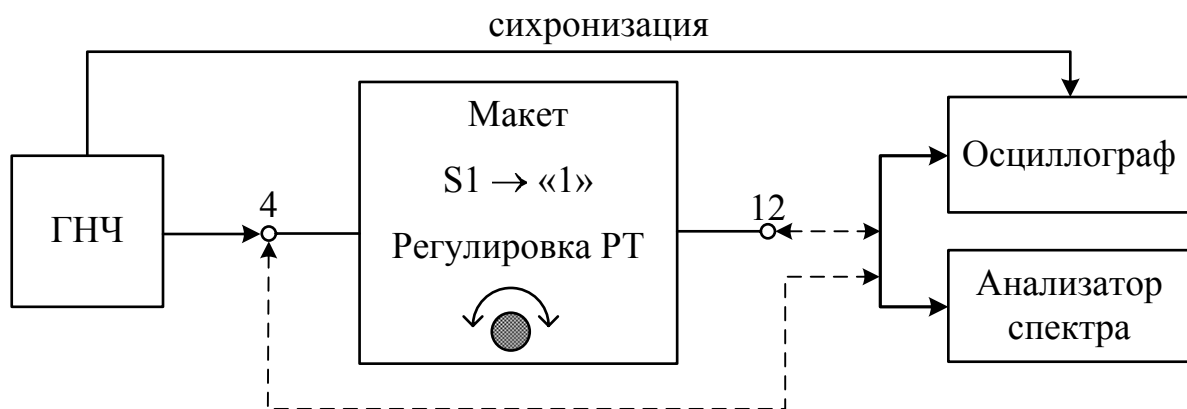

Рис. 1. Схема подключения приборов для измерения сигнала на выходе нелинейного элемента в режиме отсечки.
1.1. Собрать схему подключения приборов и макета для наблюдения сигналов на выходе нелинейного элемента в соответствии с рис. 1. Включить резистивную нагрузку в коллекторную цепь, установив переключатель нагрузки S1 в положение «1».